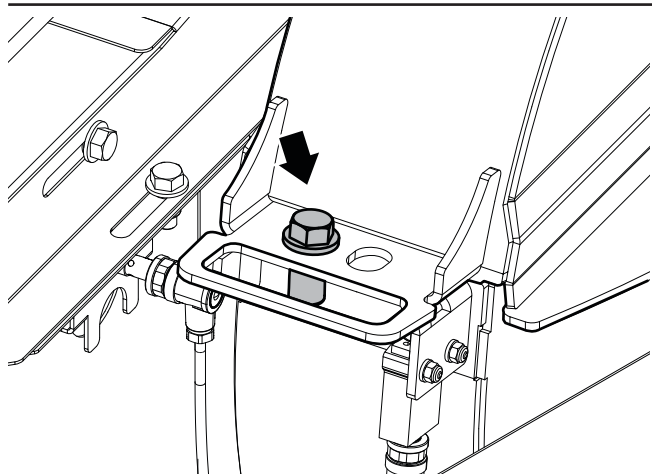

Fig. 34—Boulon de retenue du boîtier supérieur du rotor
2. Retirez le boulon de retenue du boîtier supérieur du rotor, puis ouvrez celui-ci. Consultez la Fig. 34 à la page 50.
18. Installez le boulon de retenue du boîtier supérieur du rotor. Consultez la Fig. 34.